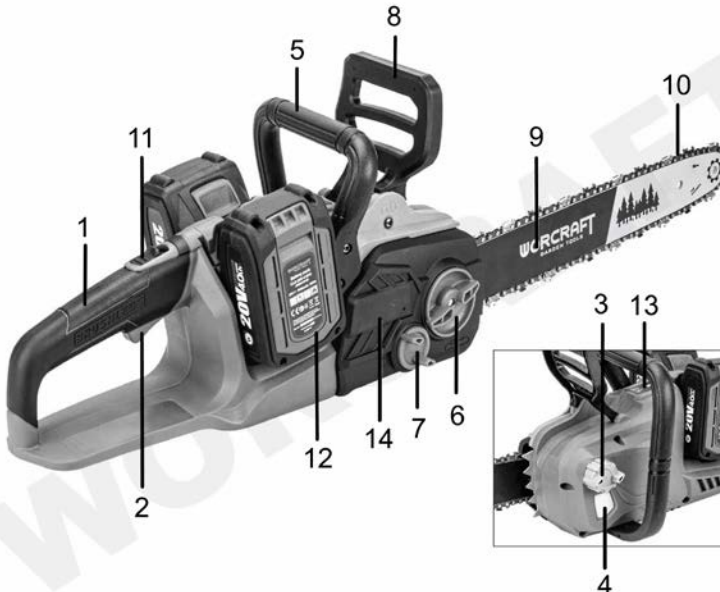
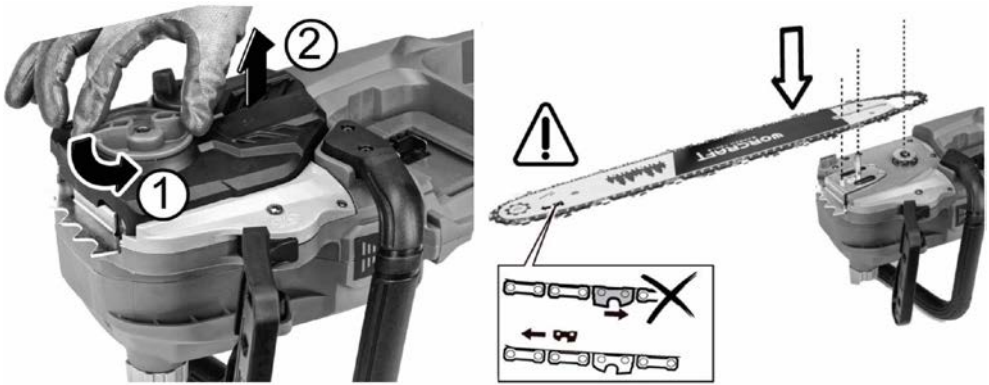

Рисунок 1
Рисунок 2
3.1.2 Відкрутіть рукоятку фіксації захисної кришки приводної зірочки і напрямної шини (6, рисунок 1), зніміть кришку (рисунок 2).
3.1.4 Розмістіть ланки ланцюга навколо приводного зубчастого колеса (зірочки) пили. Розмістіть напрямну шину таким чином, щоб напрямні втулки вільно увійшли в отвори на шині (дивіться рисунок 2).
3.2.1 Переведіть щиток захисного пристрою (8, рисунок 1) в бік пиляльної гарнітури (гальмо ланцюга активоване).
3.2.2 Проверніть рукоятку натягувача ланцюга (7) за годинникову стрілку до положення, при якому ланцюг досить натягнеться. Правильним вважається такий натяг, при якому ланцюг можна відтягнути приблизно на 2-3 мм в середній частині шини. Затягніть захисної кришку (6, рисунок 1).
4.1.3 Для активації системи електроживлення натисніть і утримуйте протягом 2-3 секунд кнопку «ON/OFF» блока індикації (13, рисунок 1). Дивіться рисунок 6.
4.1.4. Переведіть щиток захисного пристрою (8, рисунок 1) в бік пиляльної гарнітури (гальмо ланцюга активоване). Дивіться рисунок 7.
4.1.5 Для ввімкнення виробу просуньте кнопку блокування від ненавмисного запуску двигуна (11, рисунок 1) вперед (вбік передньої рукоятки), після цього натисніть пускову клавішу (дивіться рисунок 8). Для вимкнення відпустіть пускову клавішу.